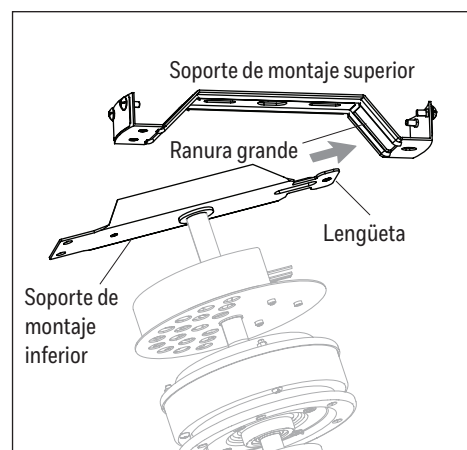

Figure 2.3
3. Inserte la lengüeta del soporte de montaje inferior en la ranura grande del soporte de montaje superior (Figure 2.3).